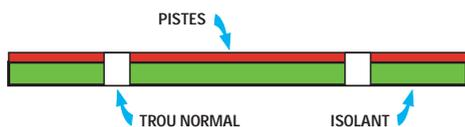

Figure 151 : Sont appelés « simple face » les circuits imprimés dont les pistes en cuivre figurent sur un même côté du support isolant.
**Figure 139 : Aujourd'hui, pour réaliser un montage, tous les composants sont montés sur un circuit imprimé où figurent de nombreuses pistes de cuivre permettant de relier les différents composants comme le veut le schéma électrique. Les circuits imprimés peuvent être à simple face ou à double face (voir les figures 151 et 152).**
On dit d'un circuit imprimé qu'il est simple face quand les pistes en cuivre sont présentes sur un seul côté du support isolant (voir figure 151), et qu'il est double face quand les pistes se trouvent des deux côtés du support (voir figure 152).